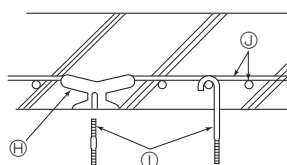

Fig. 2-5
② Structures en béton armé (Fig. 2-5)